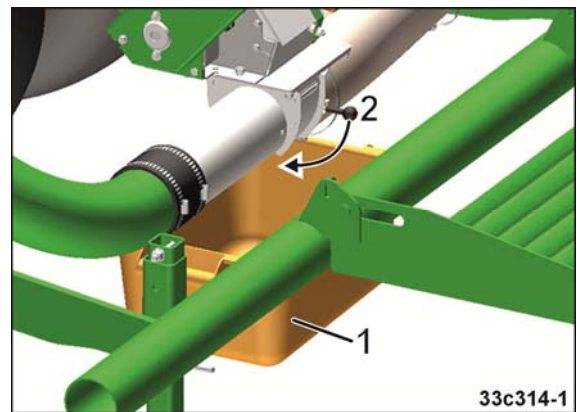
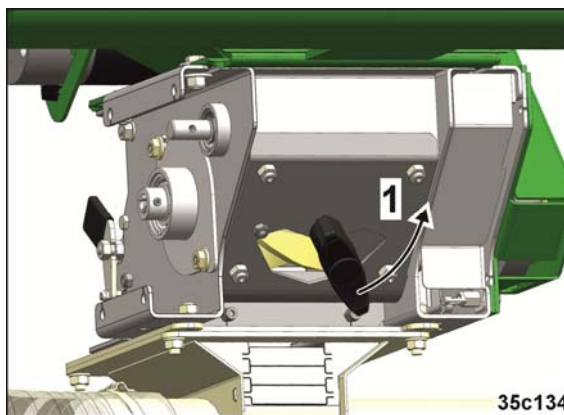

Fig. 71
Fig. 72
3. Placer l'auget d'étalonnage sous le doseur (Fig. 71/1).
4. Ouvrir la trappe de la chambre d'injection (Fig. 71/2) pour que le produit dosé restant puisse s'écouler dans l'auget d'étalonnage.
5. Ouvrir la trappe de vidange de reliquat en tournant la poignée (Fig. 72/1).
8. Fermer avec précaution la trappe de vidange de reliquat (Fig. 72/1) et la trappe de canal d'injection (Fig. 71/1), puis fixer l'auget d'étalonnage pour contrôle de débit sur le support de transport.